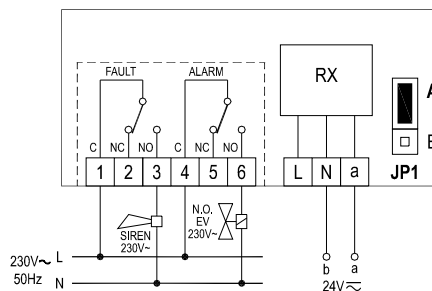

Fig. 10
releului setat cu logica directă (jumper JP1 poziționat în A). În exemplele din Figura 11 și 12 se arată cum să conectați o electrovalvă normal închis (NC), care, în absența condiției de alarmă din partea detectorului transmițător va fi întotdeauna alimentată. Utilizați contactul N.Ö. al releu-lui „alarmă”, care deci, este setat cu logica inversată (jumper JP1 poziționat în B). Când transmițătorul trimite la receptor comanda de „alarmă”, ieșirea „alarmă” interzice alimentarea electrovalvei. În toate exemplele din figurile 9, 10, 11 și 12, este vizibil modul de conectare a unui semnalizator acustic la ieșirea „eșec” (Fault). Ieșirile, terminalele de la 1 la 6, sunt libere de tensiune și izolate cu dublă izolație față de restul receptorului. Este deci posibilă alimentarea receptorului cu joasă tensiune SELV (24V) și în același timp să piloteze o sarcină la înaltă tensiune (230 V), așa cum este prezentat în Fig. 10 sau 12. În acest caz, este necesară menținerea unei separații între cablurile SELV 24V și 230V în conformitate cu standardele actuale. În special este necesar să fixați grupurile de cabluri cu fasete separând firele SELV de celelalte pentru a evita ca în cazul în care un fir este deconectat accidental acesta nu reduce izolația către SELV.